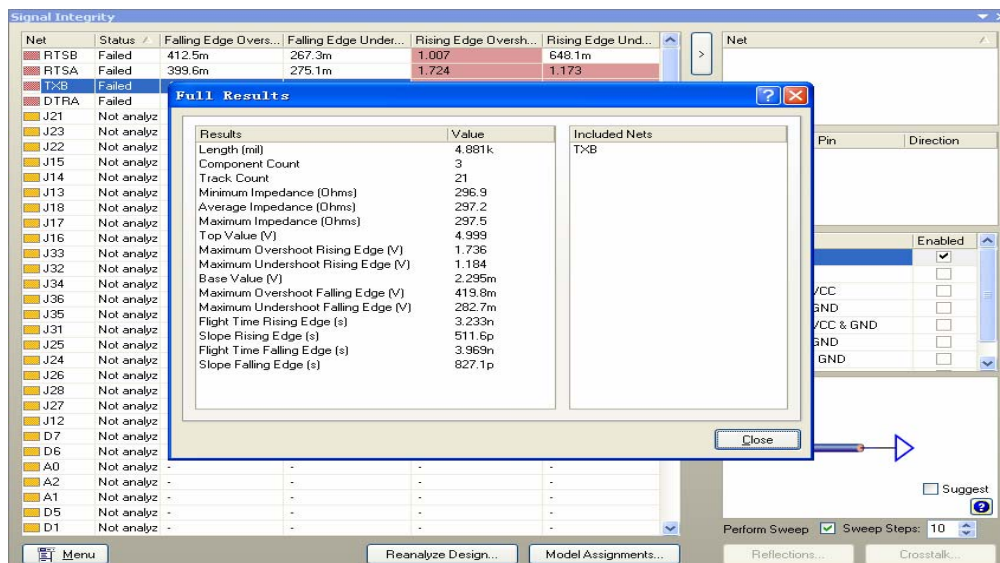

图 12
- 选择左侧其中一个网络 **TXB**，右键点击，在下拉菜单中选择 **Details...**，在弹出的如图 12 所示的窗口中可以看到针对此网络分析的详细信息。